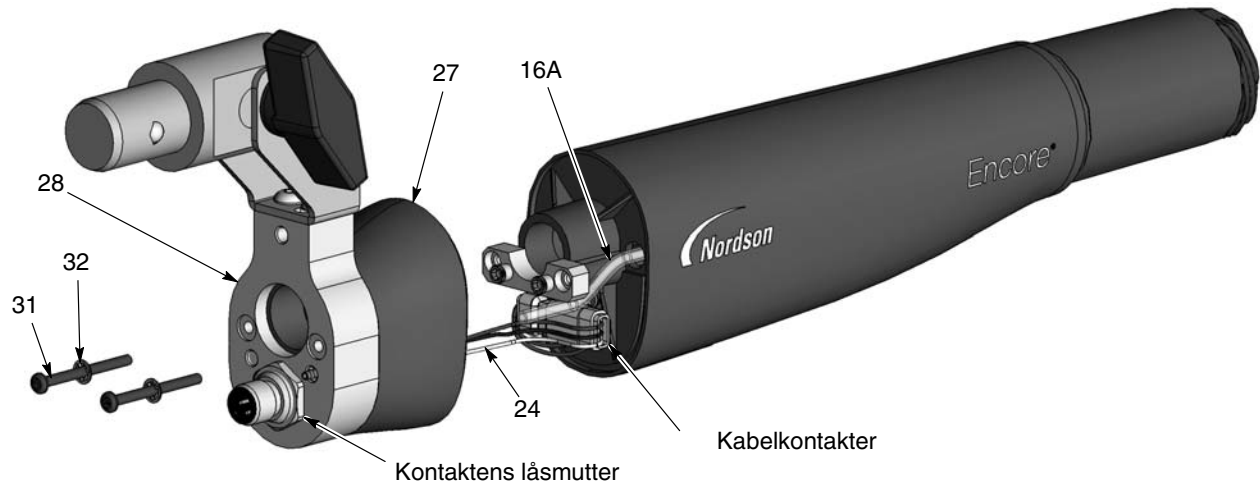

Bild 14 Delning av pistol - byte av pulverrör
3. Se bild 14. Skruva loss och tag av de två Philips-skruvarna (31) och de inre låsbrickorna (32) från ändplattan (28).
- c. Se bild 14. Skruva av låsmuttern från kontakten, tag därefter av kontakten och kablarna från ändplattan.
17. Se bild 14. Sätt på ändplattan och den bakre delen av pistolkroppen på den främre delen, och var försiktig så att inte kablarna kläms.